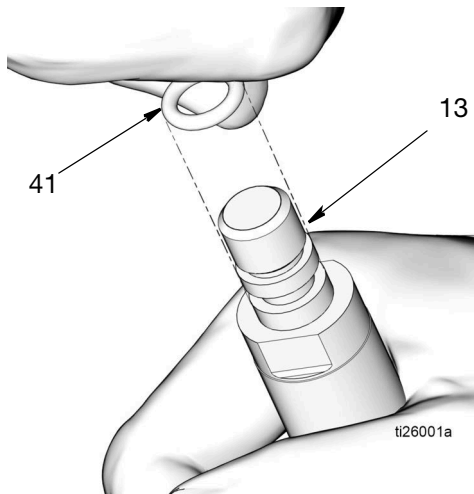

FIG. 20
- c. Saque la junta tórica (41) del vástago del pistón (13) (FIG. 20).